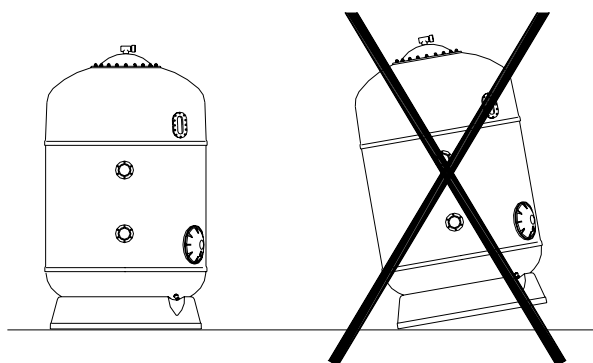

Fig. 2
- Colocar os filtros no seu local definitivo tendo em conta que a base deverá ficar completamente apoiada no solo e sobre um plano totalmente horizontal. (Fig.2).